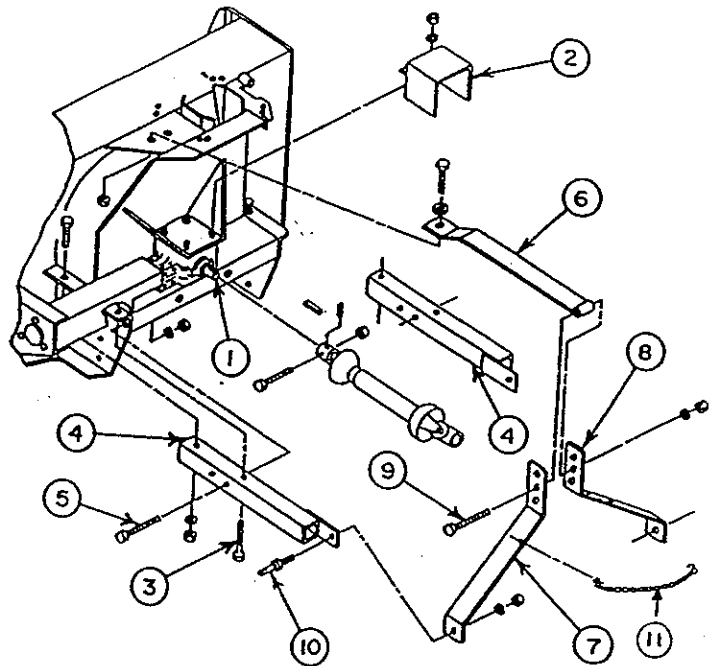
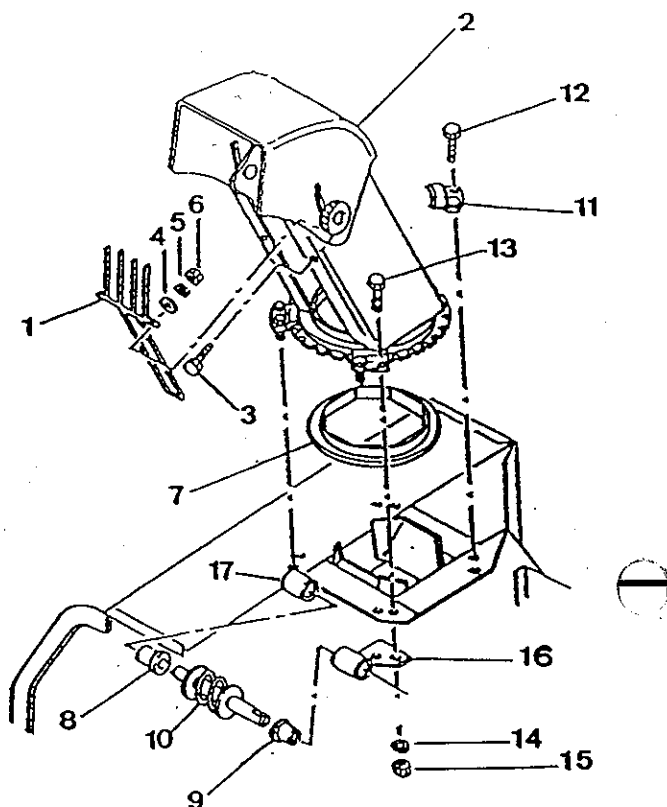
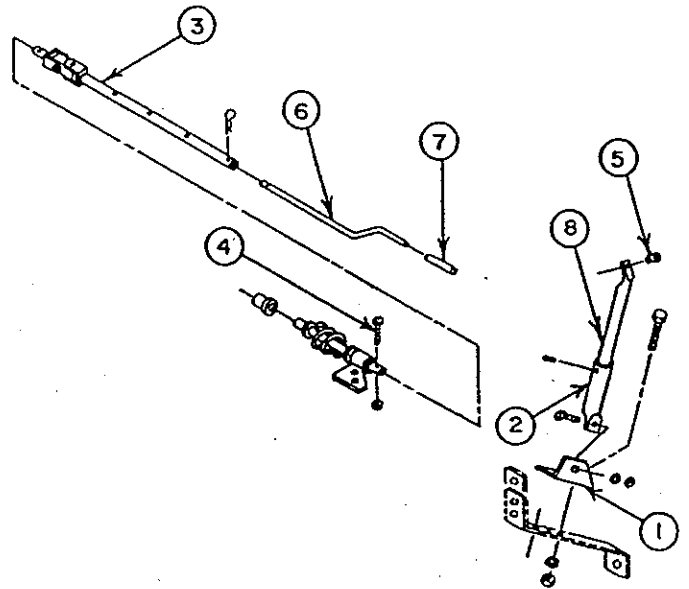
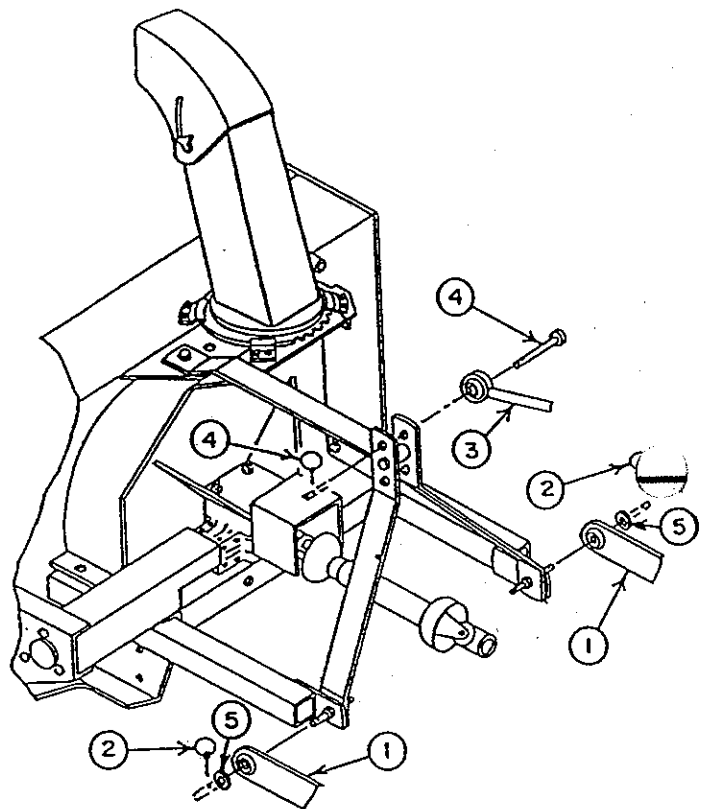

FIGURE 1
FIGURE 2
FIGURE 3
FIGURE 4
- a) Enlevez la peinture de l'arbre mené (fig.1, item 1).
- e) Installez le protecteur (fig.1, item 2) sur la souffleuse en utilisant les deux boulons, rondelles de blocage et écrous qui retenaient la boîte d'engrenage.
- f) Remplacez le boulon  $3/8" \times 3/4"$  qui retient l'arbre mené de la vis sans fin (fig.1, item 3) sur les attaches inférieures par un boulon  $3/8" \times 3 1/2"$ .
- g) Installez les attaches inférieures (fig.1, item 4) sur la souffleuse en utilisant 3 boulons  $5/8" \times 3 3/4"$  (fig.1, item 5), rondelles de blocage et écrous pour chaque attache (la barre soudée vers l'intérieur).
- h) Fixez l'attache supérieure (fig.1, item 6) sur la souffleuse à l'aide d'un boulon  $5/8" \times 1 1/2"$ , rondelle blocage et écrou (rondelle de blocage au-dessus de l'attache).
- i) Fixez les deux bras d'attache (fig.1, items 7-8) à l'attache supérieure en passant par les trous de centre à l'aide d'un boulon  $5/8" \times 3 3/4"$ , rondelle de blocage et écrou (fig.1, item 9).
- j) Fixez chaque bras d'attache (fig.1, items 7-8) à l'intérieur des attaches inférieures (fig.1, item 4) en utilisant les goupilles d'attelage (fig.1, item 10), rondelles de blocage et écrous ( $7/8"$ ).
- k) Installez la chaîne de remisage (fig.1, item 11) de l'arbre à cardan à l'aide des crochets en "S" sur chaque bras d'attache (fig.1, items 7-8). Fermez un crochet à l'aide de pinces et gardez l'autre ouvert pour permettre d'accrocher et décrocher facilement.
- a) Placez le coussinet de rotation (fig.2, item 7) sur la base de la goulotte, en plaçant le bouton surélevé vers le haut et vers le centre du bâti de l'éventail.
- b) Insérez l'autre coussinet de plastique (fig.2, item 9) dans le support du manchon de rotation (fig.2, item 16), graissez les deux bouts de la spirale de rotation (fig.2, item 10) et insérez la spirale dans le coussinet (fig.2, item 9).
- c) Installez l'assemblage dans le tube soudé (fig.2, item 17) à l'arrière de la souffleuse en plaçant la plaque du support du manchon de rotation (fig.2, item 16) sous la plaque à laquelle elle est fixée.
- d) Insérez le coussinet de plastique de 1 5/16" (fig.2, item 8) dans le tube soudé (fig.1, item 17) à l'arrière de la souffleuse.
- e) Installez la fourche protectrice (fig.2, item 1) sur la goulotte (fig.2, item 2) avec la partie du haut à l'intérieur de la goulotte et la partie du bas à l'extérieur de la base. Placez deux boulons (fig.2, item 3) 1/4" x 3/4" avec la tête à l'extérieur, à travers la goulotte, ensuite la fourche protectrice et serrez avec rondelles plates, rondelles de blocage et écrous (fig.2, items 4-5-6). Serrez fermement.
- f) Installez la goulotte (fig.2, item 2) sur le coussinet de rotation en plastique (fig.2, item 7) (en appliquant de la graisse entre les deux) et fixez avec quatre plaques de retenue (fig.2, item 11). Utilisez huit boulons 1/4" x 3/4" (fig.2, item 13) avec rondelles de blocage et écrous (fig.2, item 14-15) dans les plaques. Serrez tous les boulons fermement.
- g) Installez l'angle d'ancrage (fig.3, item 1) sur le bras d'attache droit (fig.1, item 8) à l'aide de deux boulons 3/8" x 1 1/4", rondelles de blocage et écrous. Serrez fermement.
- h) Installez le tube d'ancrage (fig.3, item 2) sur l'angle (fig.3, item 1) à l'aide d'un boulon de 3/4" x 1 1/2" rondelle de blocage et écrou. Assurez-vous que le tube penche vers la souffluse.
- i) Insérez le support de manivelle (fig.3, item 8) dans le tube d'ancrage (fig.3, item 2) et fixez sans serrer avec une vis à pression 3/8" x 5/16".
- j) Assemblez le tube de rotation avec joint en "U" (fig.3, item 3) à l'intérieur de la spirale de rotation. Alignez les trous et insérez une vis à chapeau (fig.3, item 4) de 10-24 x 1". Placez celle-ci pour que la tête cale dans la spirale. Fixez avec un contre écrou de nylon.
- k) Installez le grommet de plastique (fig.3, item 5) dans le support de manivelle.
- l) Passez la manivelle (fig.3, item 6) dans le grommet et à l'intérieur du tube de rotation (fig.3, item 3). Ajustez la longueur, alignez les trous et fixez avec une goupille à ressort de 5mm x 100mm.
- n) Installez la poignée de plastique (fig.3, item 7) sur la manivelle de rotation.
- a) Fixez les bras d'attache inférieures du tracteur (fig.4, item 1) sur les goupilles d'attelage et bloquez avec rondelles de blocage et goupilles à anneau (fig.4, items 2-5).
- b) Installez l'attache supérieure du tracteur (fig.4, item 3) dans le trou supérieur des bras d'attache de la souffleuse (fig.1, items 7-8) en utilisant la goupille et goupille à anneau du tracteur (fig.4, item 4).